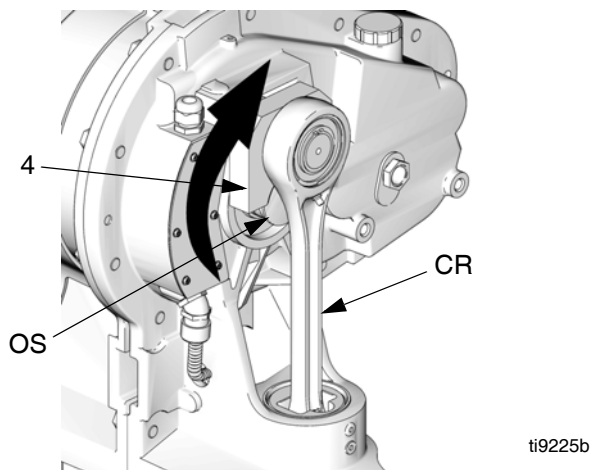

FIG. 18. Far girare il braccio di manovella
10. Vedere FIG. 18. Far girare la manovella (4) per estrarla dall'albero di uscita (OS).
11. Spingere verso l'alto e fuori dal cilindro il gruppo manovella/biella/pistone a cursore (CR).
12. Rimuovere i vecchi cuscinetti (8).